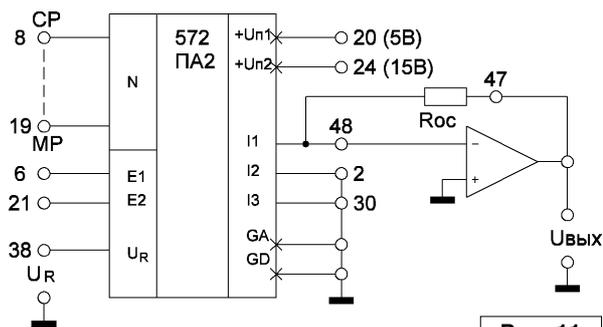

Рис. 11
Благодаря этому по сигналам он непосредственно согласуется с цифровыми ТТЛ-устройствами. На **рис. 11** показана схема включения этого ЦАП. Преобразователь K572ПА2 управляется двенадцатиразрядным кодом и имеет два встроенных регистра, в которых этот код может запоминаться. Регистры включены последовательно.
ЦАП типа К572ПА2 построен, как и ЦАП К572ПА1, на основе резисторной сетки R-2R. Однако последний резистор сетки в рассматриваемом ЦАП не соединен внутри микросхемы с общим проводом, а присоединен к выводу 30 микросхемы. Этот вывод обозначен на **рис. 11** символом I3 (ток I3 указан на **рис. 9**). В данном преобразователе имеются два земляных вывода: аналоговый (GA) и цифровой (GD). Кроме того, в состав микросхемы входит резистор обратной связи R_{oc} , который на **рис. 11** условно показан вне контура ЦАП. Для получения выходного напряжения требуется дополнить преобразователь внешним операционным усилителем, в цепь обратной связи которого и включается данный резистор (**рис. 11**).